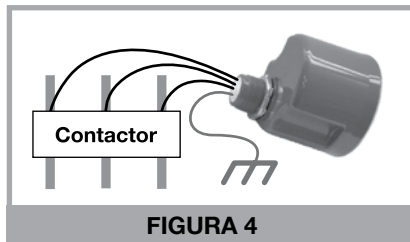

FIGURA 4
1. Instale el supresor de picos de voltaje y conecte los cables de línea de este al lado de la línea del contactor como se muestra en la Figura 4.